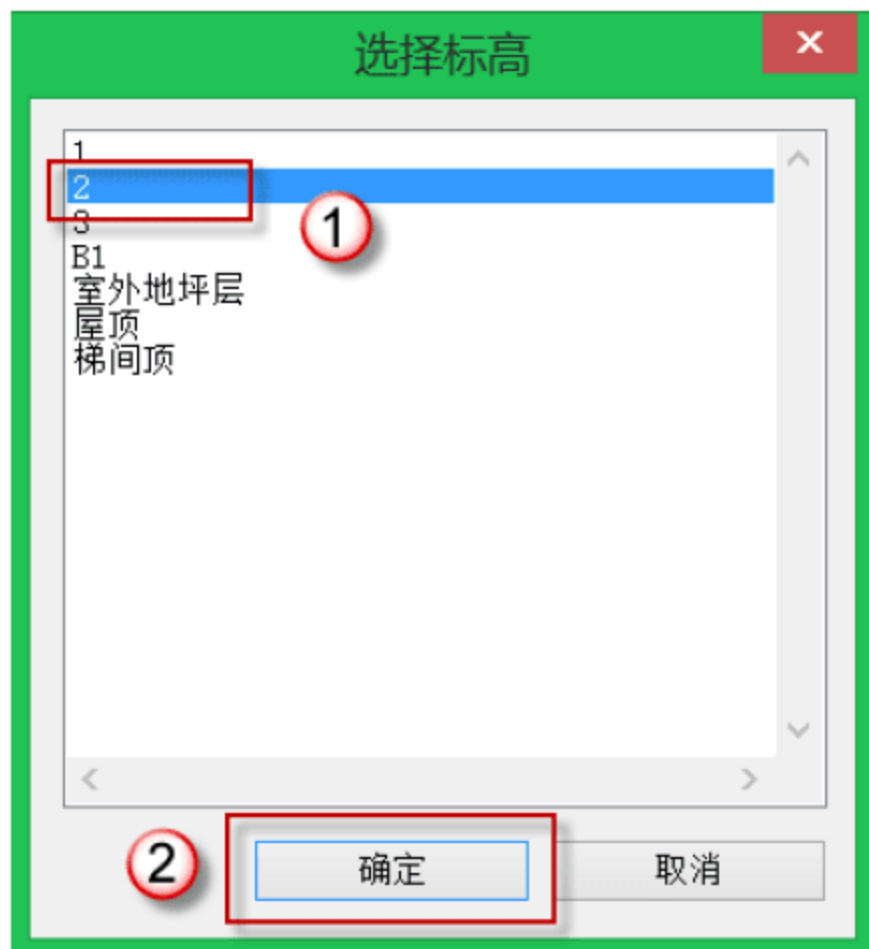

图 11.1.48 粘贴复制楼层
(2) 复制楼层。选择“复制到剪贴板”→“粘贴”→“与选定标高对齐”命令，在弹出的“选择标高”对话框中，选择“2”层，单击“确定”按钮，如图 11.1.48 所示，这样就生成了三层平面，三维视图如图 11.1.49 所示。